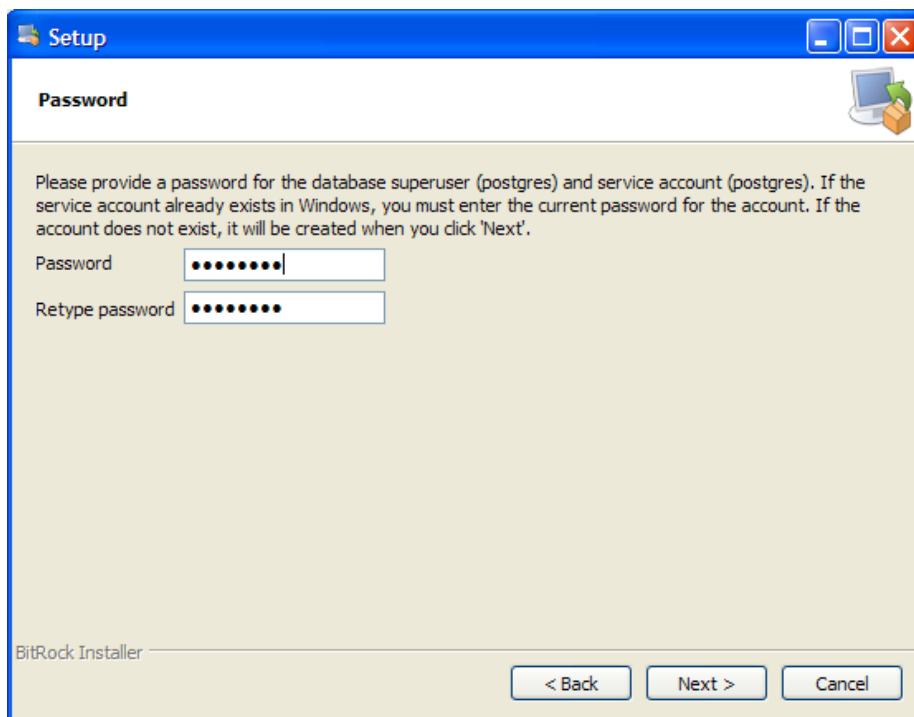

Рис. 14.3
4. Далее необходимо установить пароль, который не будет противоречить политике безопасности Вашего компьютера, и подтвердить его (рис. 14.3). По умолчанию устанавливается пароль `postgres`. Если Вы вводите другой пароль, то после установки базы и программы может потребоваться ручная инициализация базы данных вместо автоматической (см. п. 11 текущего раздела). Нажать «Next >».